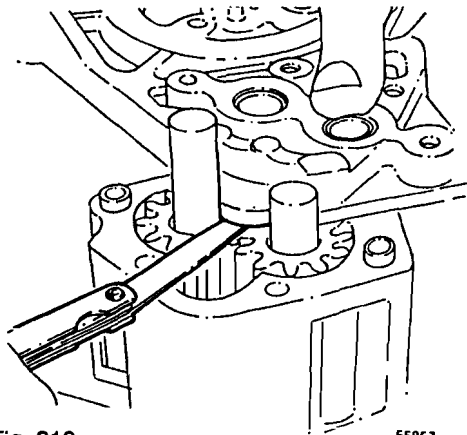

Fig. 210
- 13 Montar las nuevas ruedas de bomba en los cuerpos y controlar el juego axial de las ruedas con una galga, véase fig. 210.